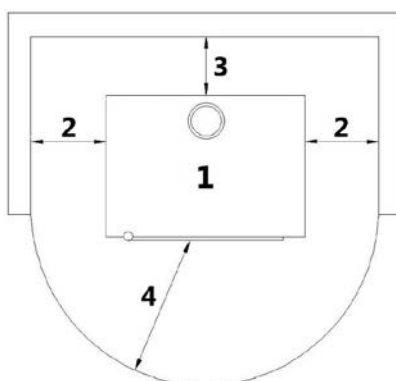

Fig. 17 - Allgemeine Installation
LEGENDE	Fig. 17
- Der Ofen darf nicht nahe an Wänden und / oder Möbeln installiert werden, auf jeder Seite und auf der Rückseite muss mindestens eine Luftzirkulation von 300 mm gegeben sein, um eine effiziente Kühlung und eine gute Wärmeverteilung in der Umgebung zu ermöglichen (siehe **Fig. 17**).
- Wenn die Wände aus entflammablem Material sind, müssen die Sicherheitsabstände überprüft werden (siehe **Fig. 17**).